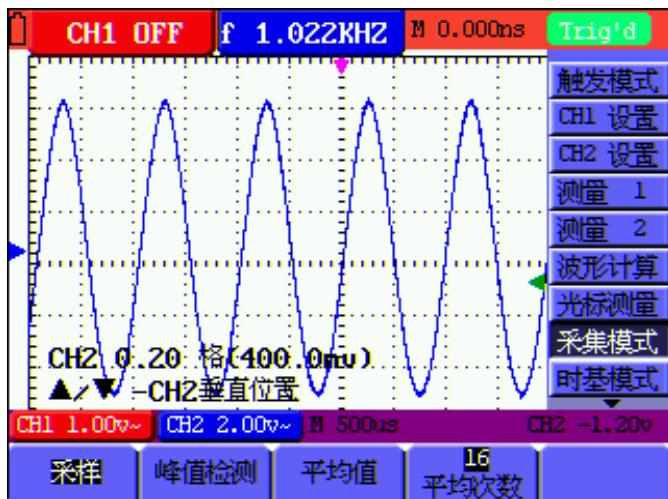

图 14: 平均值采样方式
3. 按 F3 键, 选择 平均值, 再按 F4 键, 选择 平均次数 16 次。这时会平均 16 次测量结果显示。见图 14: